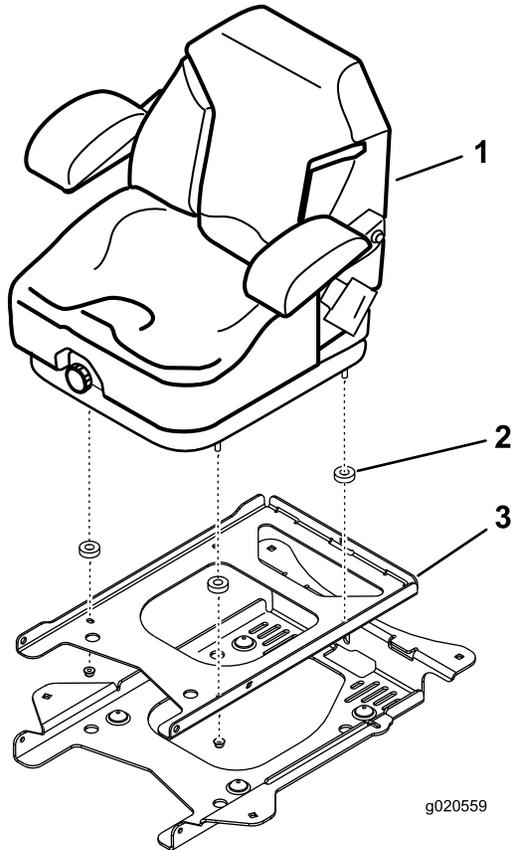

Figure 8
3. Placez une entretoise sur chacun des goujons (Figure 8).